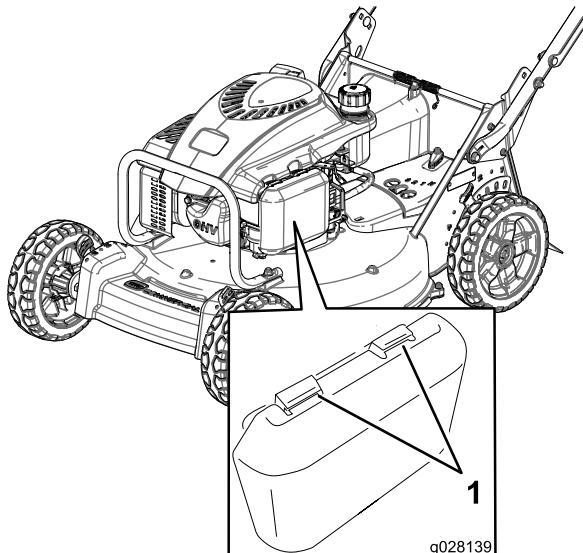

Figure 18
1. Appuyez sur les languettes de verrouillage en haut du couvercle du filtre à air (Figure 18).
3. Retirez l'élément en papier et le préfiltre en mousse (Figure 18).